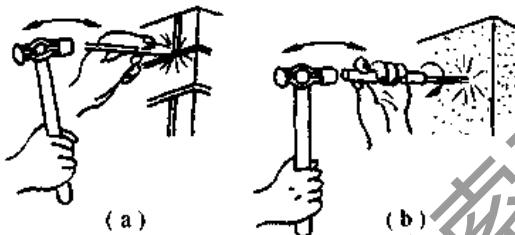

图 4-19 木榫孔的凿打
- ① 先按电气装置线路的位置,标划出木榫孔位置。
- ② 砖结构木榫孔的凿打,可选用小扁凿。木榫孔应凿打在两砖之间的夹缝中,呈矩形。按图 4-19(a)所示方法进行。
- ③ 水泥结构木榫孔的凿打,可选用麻线凿,按图 4-19(b)所示方法进行,木榫孔应凿打成圆形。